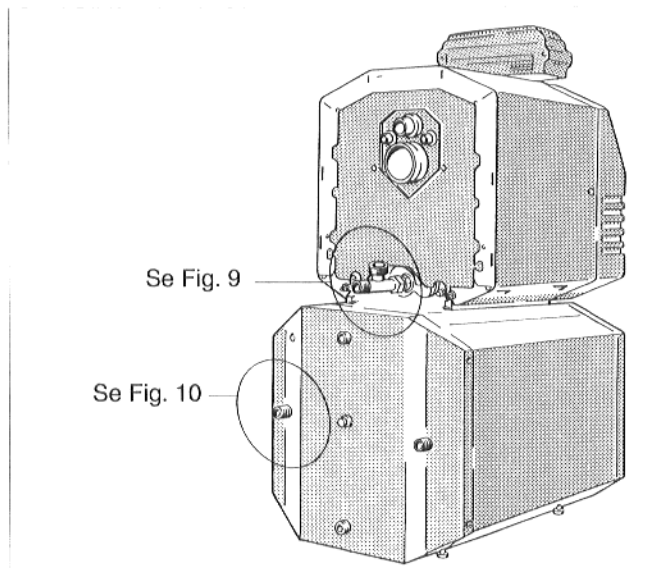
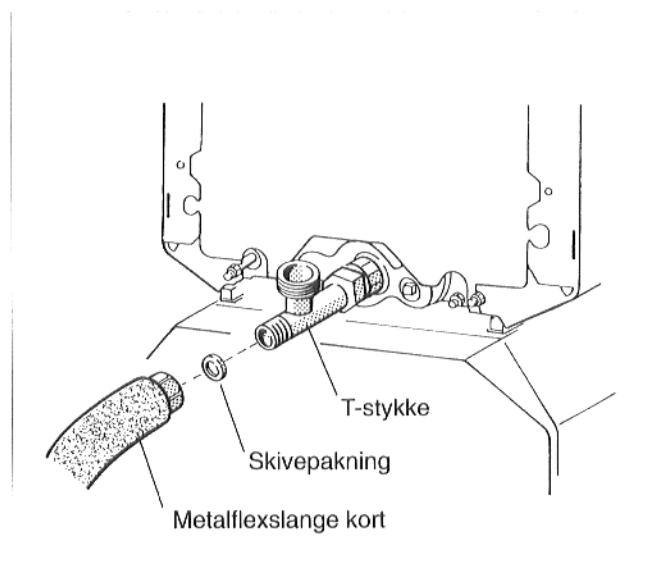
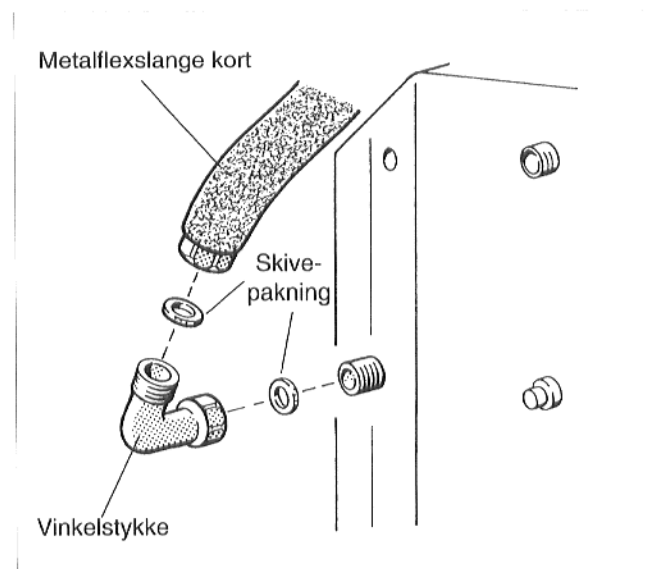

Fig. 8
Fig. 9
Fig. 10
- En skivepakning lægges ind i omløberen på metalflexslangen til retur (kort) og metalflexslangen skrues fast til den bageste udgang på T-stykket (Fig. 8 og Fig. 9).
- Metalflexslangen trækkes i retning af returtilslutningen på brugsvandsopvarmningsbeholderen og formes efter ønske (Fig. 8).
- En skivepakning lægges ind i vinkelstykkets omløber, og vinkelstykket skrues løst til returtilslutningen på brugsvandsopvarmningsbeholderen (Fig. 10 og Fig. 8).
- En skivepakning lægges ind i den anden omløber på metalflexslangen, og metalflexslangen skrues fast til vinkelstykket (Fig. 10 og Fig. 8).
- Vinkelstykkets omløber strammes fast (Fig. 10 og Fig. 8).